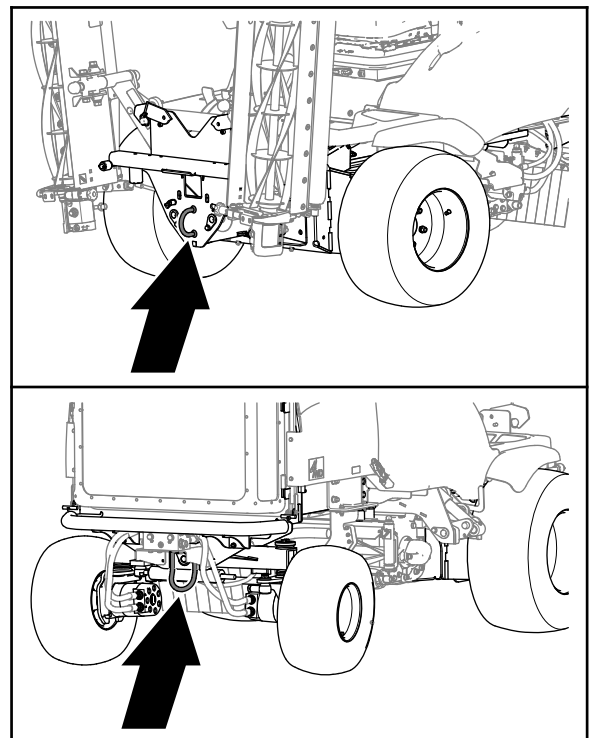

Bild 32
5. Setzen Sie eine **starre** Abschleppstange zwischen der Abschleppöse vorne an der Maschine und dem Zugfahrzeug ein Bild 32.